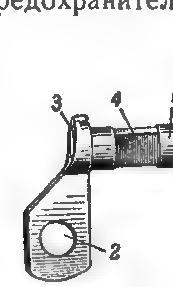

Рис. 38. Предо-
39. Предохранитель спускового механизма (рис. 38) служит для предохранения от случайного выстрела. Он имеет: стержень для со-